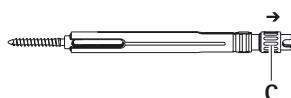

Rys. 5
- Tuleję zewnętrzną A przesunąć w kierunku śruby pedikularnej i za pomocą śruby zaciskowej C zaciśnąć śrubę pedikularną w tulei zaciskowej 2, patrz Rys. 5.